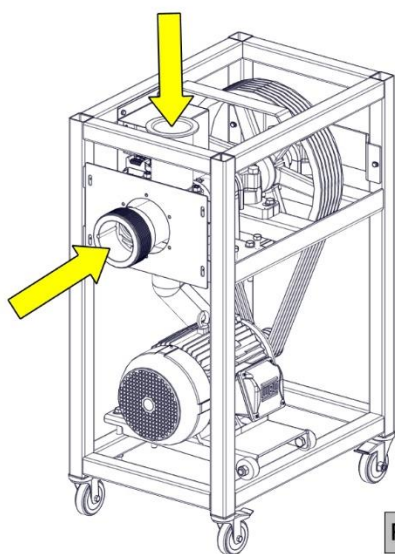
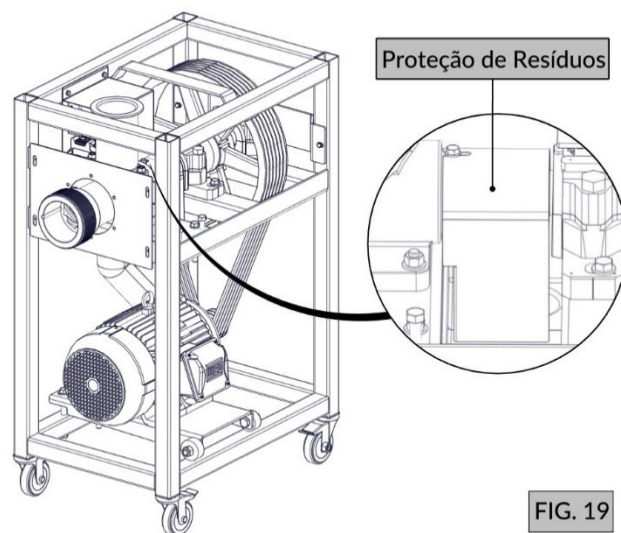

FIG. 18
FIG. 19
- 10.** Utilize jato de água nos locais indicados com as setas (FIG. 18), tomando cuidado para não molhar os componentes elétricos da máquina. O Moedor possui a proteção contra resíduos (FIG. 19) que evita que a água dentro do bocal chegue no motor e nos componentes elétricos.